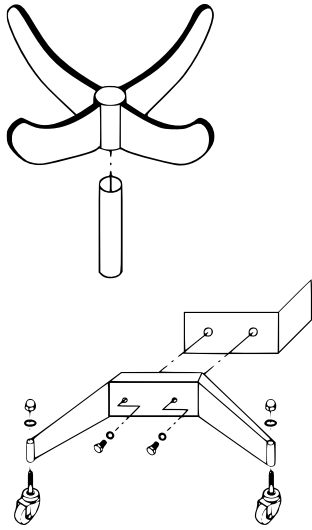

Figure 1
2. Fixez les quatre éléments de roues aux deux pieds. Pour ce faire, utilisez les vis à écrou borgne et les rondelles fournies (Fig. 1).